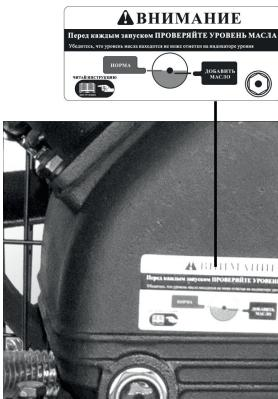

Рис. 3
- Перед первым использованием проверить наличие масла в картере компрессора и, при необходимости, добавить по уровню. (рис.3)
- Поддерживайте уровень масла в пределах красной метки на индикаторе уровня масла. (рис. 3)
- Проверьте уровень масла (рис. 3).
- Используемое масло должно быть чистым, его уровень должен быть на красной отметке измерительного окошка (рис. 3).